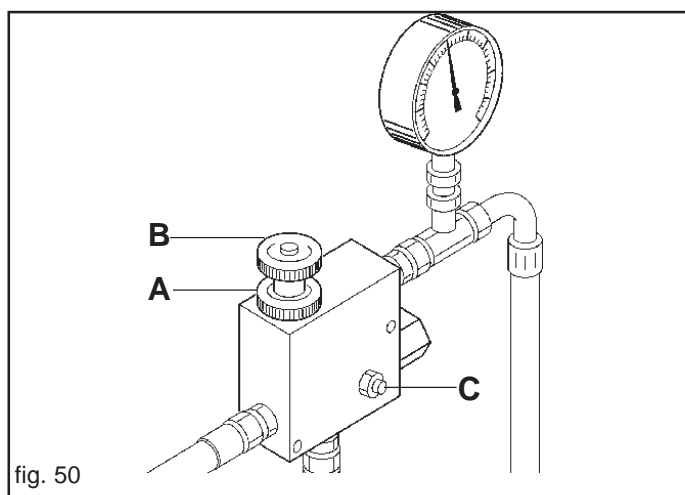

fig. 50
Se occorre aumentare il numero di giri della ventola per la distribuzione di sementi più pesanti, agire con prudenza ed attenzione nel seguente modo (Fig. 50):
- allentare la ghiera di bloccaggio (A, Fig. 50);
- ruotare in senso orario od antiorario il volantino (B, Fig. 50) per diminuire od aumentare la pressione e di conseguenza modificare i giri della soffiante.
È vietato per qualsiasi motivo toccare il grano (C, Fig. 50) poiché si starebbe l'impianto potendo causare la rottura del motore o della pompa.